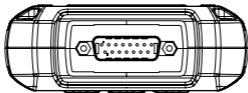

Figure 2.1.2
7. Connecteur DB15 mâle : Le connecteur est utilisé pour connecter le câble de diagnostic OBD-II et le câble de test de la batterie. (Voir la figure 2.1.2)